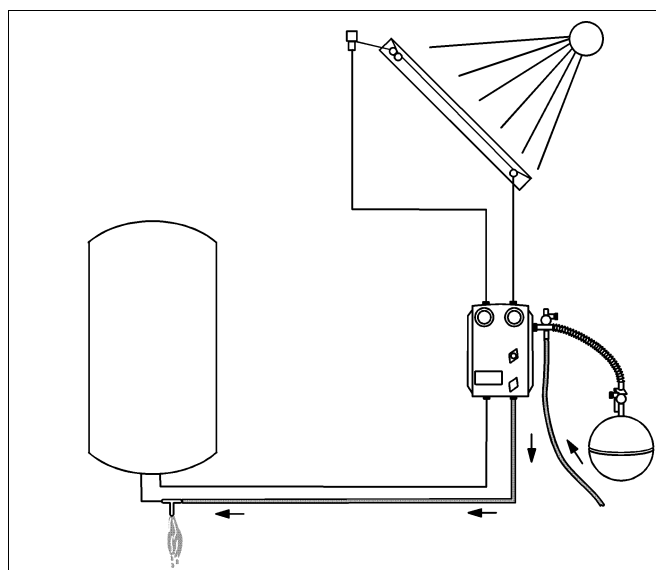

Fig. 18 Lavaggio del sistema parziale destro
- 1 Lavare il sistema parziale destro con acqua del rubinetto (fig. 18). Nel farlo, accertarsi che non venga superata la pressione di sistema.